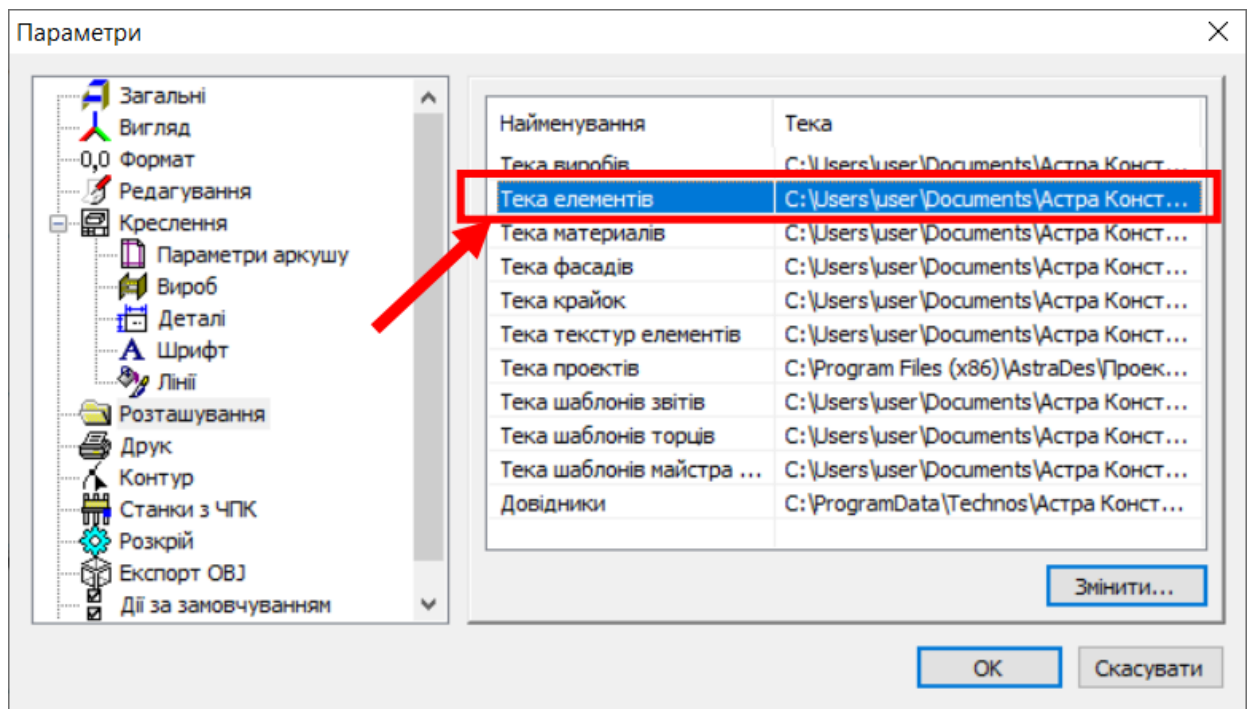

Рис. 4.2. Налаштування розміщення теки елементів
*Примітка:* якщо в бібліотеці в розділі *Елементи* не відображається розархівована тека, необхідно перевірити правильність розміщення теки *Елементи* в налаштуваннях програми (меню *Сервіс* → *Параметри* → *Розташування*) (рис. 4.2).